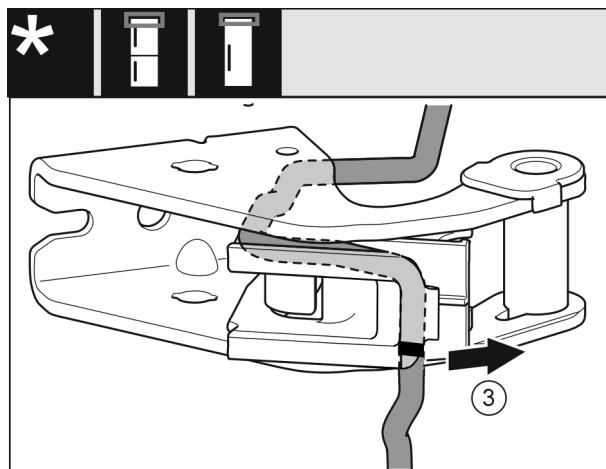

Fig. 27
- Odmontujte kabel s držákem kabelu ze stojanu ložiska. Fig. 27 (3)